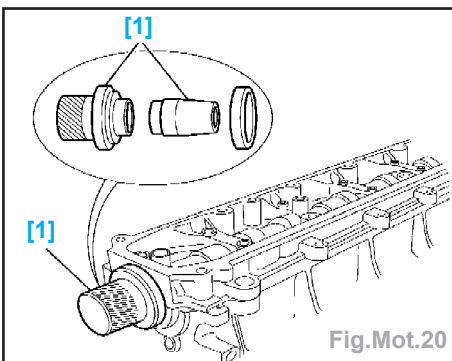

Fig.Mot.20
- Reposer un joint à lèvres neuf à l'aide de l'outil [1] (Fig.Mot.20).